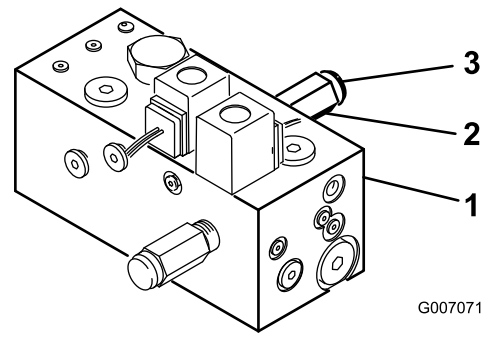

Figura 10
1. En el colector de la parte posterior, retire la tapa de la válvula de descarga con una llave allen (Figura 10).